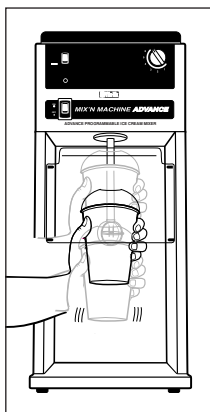

Figura 4
6. B'moviment ċirkolari, ċaqlaq it-tazza 'l fuq u 'l isfel madwar l-agitator li jkun idur u kompletament madwar in-naħat kollha tat-tazza. (Jekk il-ġelat ikun iebes, dan għandu jsir bil-mod.) Żviluppa t-teknika tiegħek għall-konsistenza mixtieqa tal-prodott finali. L-agitator ser jagħmel xi chipping u tkissir ta' ikel solidu. Madankollu, mhuwiex intenzjonat li jippolverizza kompletament l-ingredjenti, għax biċċiet solidi huma mistennija li jkunu jidhru fil-prodott finali. Ara Figura 4.